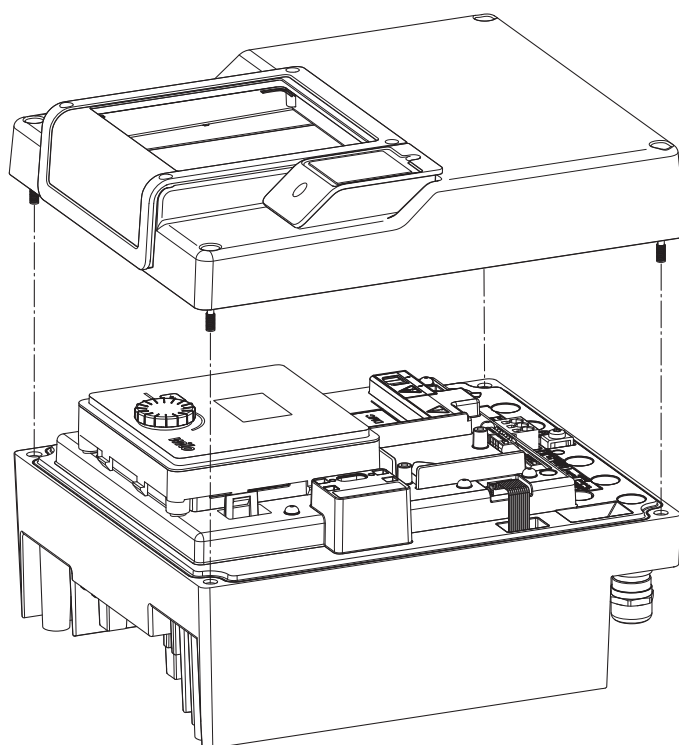

Fig. 45: Otvaranje poklopca elektroničkog modula
- Otvorite poklopac elektroničkog modula. (Fig. 45).